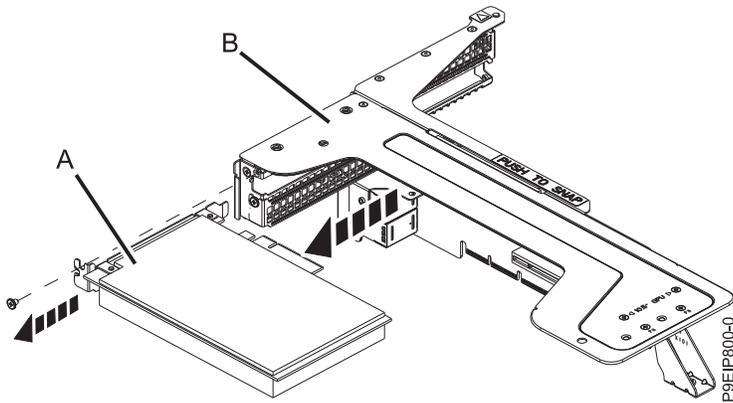

Figura 46. Extracción de un adaptador de la posición 2 de la tarjeta de expansión
- h. Desconecte un adaptador (A) en la posición 2 de la tarjeta de expansión del adaptador PCIe (B), como se muestra en la Figura 46.